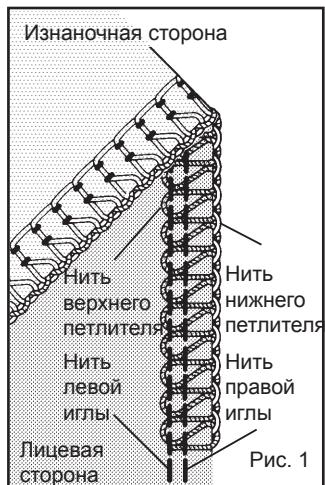

Рис. 1
2. После окончания шитья установите стежковый язычок на место, как указано на рис. 1.